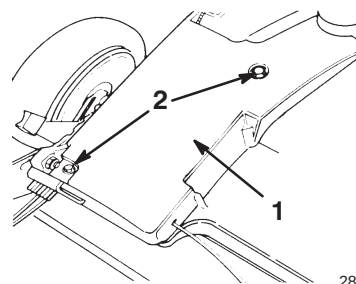

Bild 35
2. Entfernen Sie die Schrauben, mit denen die Riemenabdeckung (Bild 35) am Schneidwerk abgesichert wird.